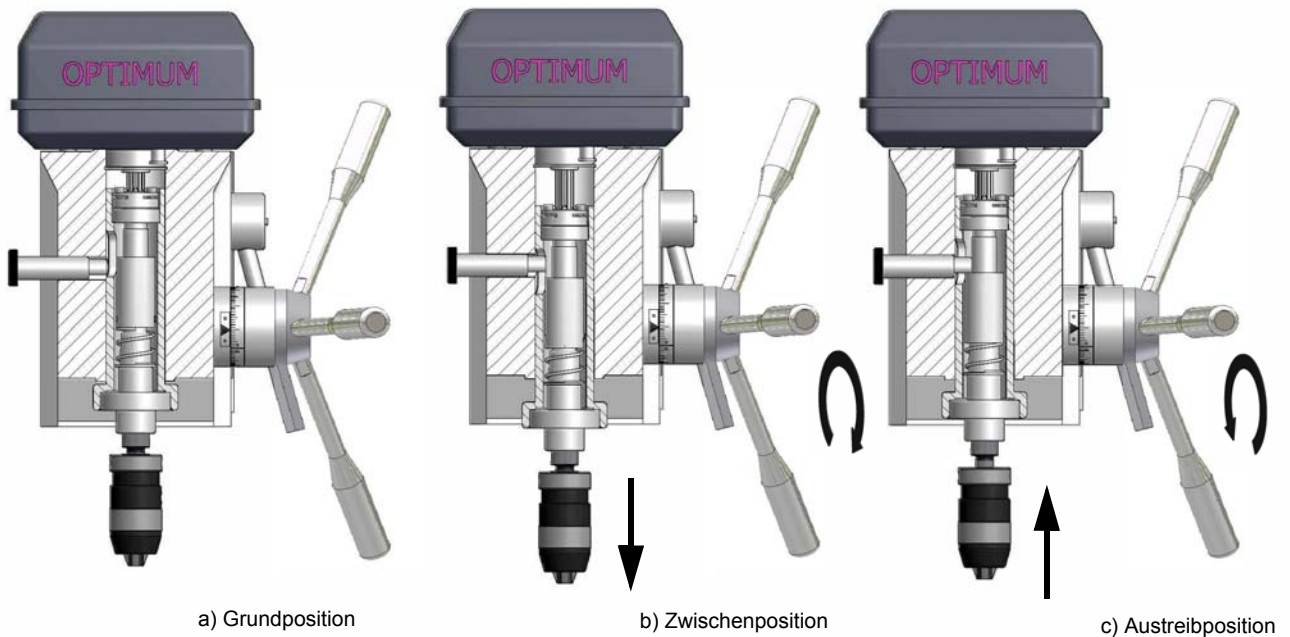

Abb.4-18: Funktionsdarstellung des Austreibers (Darstellung im Schnitt)
- ➔ Bewegen Sie die Pinole soweit nach unten, bis sich der Sperrbolzen ① einschließen lässt (Abb. 4-18 (b) Zwischenposition).
- ➔ Bewegen Sie den Sperrbolzen ① soweit, bis der Sperrbolzen vollständig einrastet (Abb. 4-18 (c) Austreibposition).
- ➔ Drücken Sie den Pinolenhebel ② mit einer schnellen und kräftigen Bewegung nach oben.